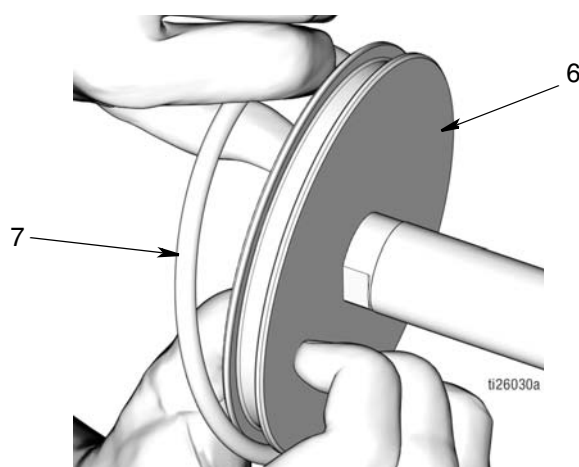

FIG. 49
- Appliquer une mince couche de graisse sur le joint torique (7). Poser le joint torique (7) sur le piston (6) comme indiqué à la FIG. 49.